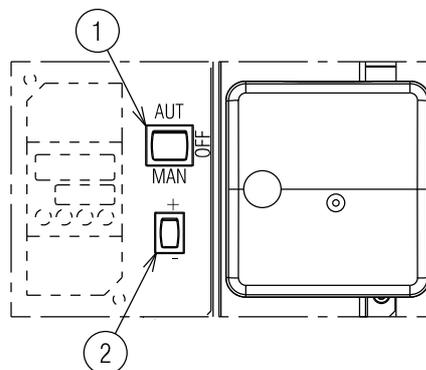
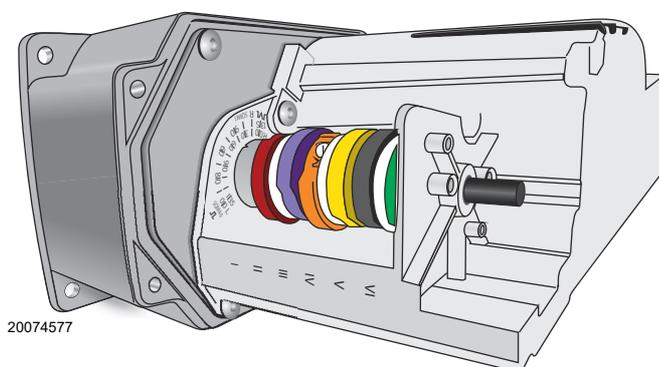
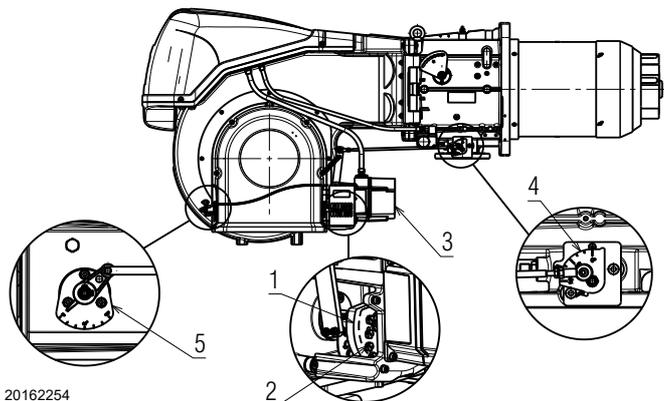
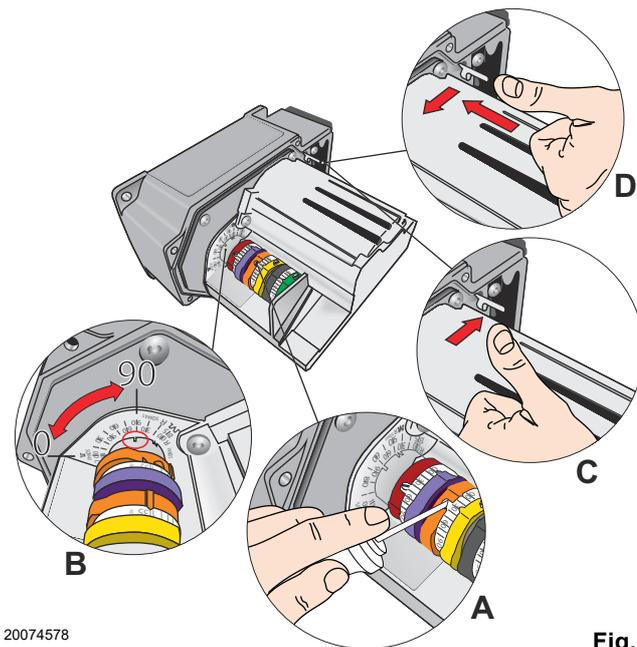

Fig. 25
Fig. 26
Fig. 28
Fig. 29
Mettre le sélecteur 1)(Fig. 25) dans la position « MAN ».
- mettre l'interrupteur 1) Fig. 25 en position « OFF » et attendre que la boîte de contrôle effectue la phase d'extinction ;
Le servomoteur (Fig. 26) règle en même temps le volet d'air et, à travers la came mécanique à profil variable, le papillon à gaz. Il effectue une rotation de 90° en 30 s.
Le réglage de l'air est effectué en modifiant l'angle de la came III) (Fig. 26) et au moyen du sélecteur 2)(Fig. 25). Pour le réglage de la came du servomoteur, voir Fig. 29 A).
Dans la description précédente, le brûleur est resté allumé, fonctionnant à la puissance minimale. Appuyer maintenant sur le bouton 2)(Fig. 25 à la page 22) « augmentation de puissance » et le maintenir enfoncé jusqu'à ce que le servomoteur ait ouvert le volet d'air et le papillon gaz.
Le réglage de l'air est effectué en modifiant l'angle de la came I)(Fig. 26 à la page 23) et au moyen du sélecteur 2)(Fig. 25 à la page 22). Pour le réglage de la came du servomoteur, voir Fig. 29 A).
Légende (Fig. 28)
Appuyer sur le bouton 2)(Fig. 25 à la page 22) « Diminution de puissance » et le maintenir enfoncé jusqu'à ce que le servomoteur se mette (Fig. 29 B) sur le réglage effectué en usine et en réglant par conséquent le volet d'air 5) et le papillon gaz 4) (Fig. 28 à la page 24).
Modifier progressivement le profil initial de la came mécanique 1) Fig. 28 à la page 24, en agissant sur les vis 2).
Par exemple, régler la puissance minimum à 800 kW, contrôler les émissions et éventuellement augmenter ou diminuer l'ouverture du volet d'air (Voir «Réglage de l'air» à la page 24.). Remettre la puissance à 800 kW en agissant sur les vis 2) de la came mécanique (Fig. 28 à la page 24) et vérifier les émissions.
Le réglage de l'air est effectué en modifiant l'angle de la came III) du servomoteur (Fig. 26 à la page 23) et au moyen du sélecteur 2)(Fig. 25 à la page 22). Pour le réglage de la came du servomoteur, voir Fig. 29 A).
Pour l'éventuel réglage de la came III, voir Fig. 29 A) et B).
Après avoir réglé la puissance maximale et minimale du brûleur, on effectue le réglage du gaz sur plusieurs positions intermédiaires du servomoteur. Le passage d'une position à la suivante est obtenu en maintenant le bouton 2) enfoncé sur le symbole (+) ou (-) (Fig. 25 à la page 22). Appuyer légèrement sur le bouton 2)(Fig. 25 à la page 22) « Augmentation de puissance » afin que le servomoteur tourne d'environ 20°, voir index gradué servomoteur Fig. 29 B) et index gradué volets d'air 5) (Fig. 28 à la page 24).
Visser ou dévisser la vis 2) de la came mécanique (Fig. 28 à la page 24) choisie pour augmenter ou diminuer le débit de gaz de façon à l'adapter au débit correspondant d'air pour obtenir une combustion optimale.
Éteindre le brûleur en agissant sur l'interrupteur 1)(Fig. 25), position OFF, désolidariser la came mécanique 1)(Fig. 28) pour séparer les engrenages du servomoteur, en appuyant et en déplaçant le bouton 3)(Fig. 29 D) vers le bas et vérifier plusieurs fois en tournant manuellement la came mécanique 1)(Fig. 28) en avant et en arrière que le mouvement est souple et sans points durs.
Il est recommandé de fixer à nouveau la came mécanique 1)(Fig. 28 à la page 24) au servomoteur en déplaçant le bouton 3)(Fig. 29 C) vers le haut.